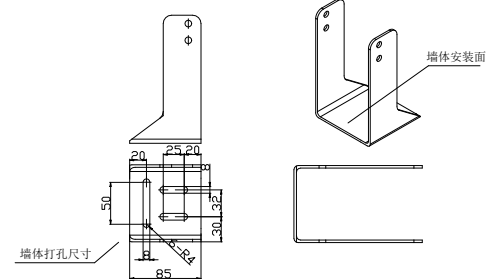

图 5 滑轮安装架墙体打孔图
5. 滑轮安装支架安装说明: 在滑轮安装支架安装位置用 $\Phi 8$ 钻头打孔, 用 M8*80 的膨胀螺栓将滑轮安装支架进行固定。详见图 5